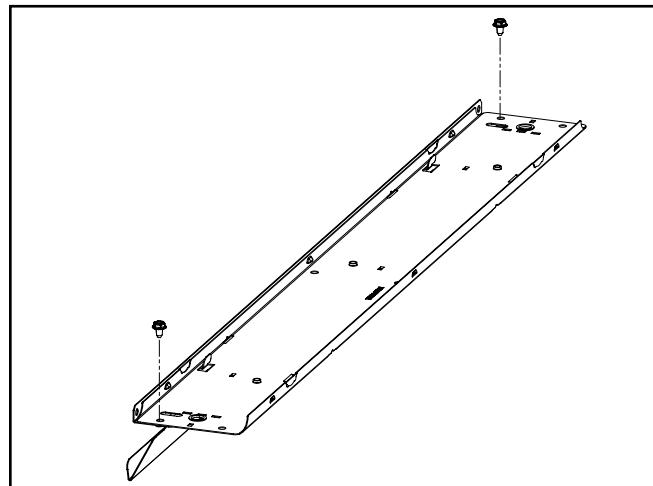

Figure 4.
3. Utilisez les vis fournies pour fixer les côtés du réflecteur au canal. (Figure 4).